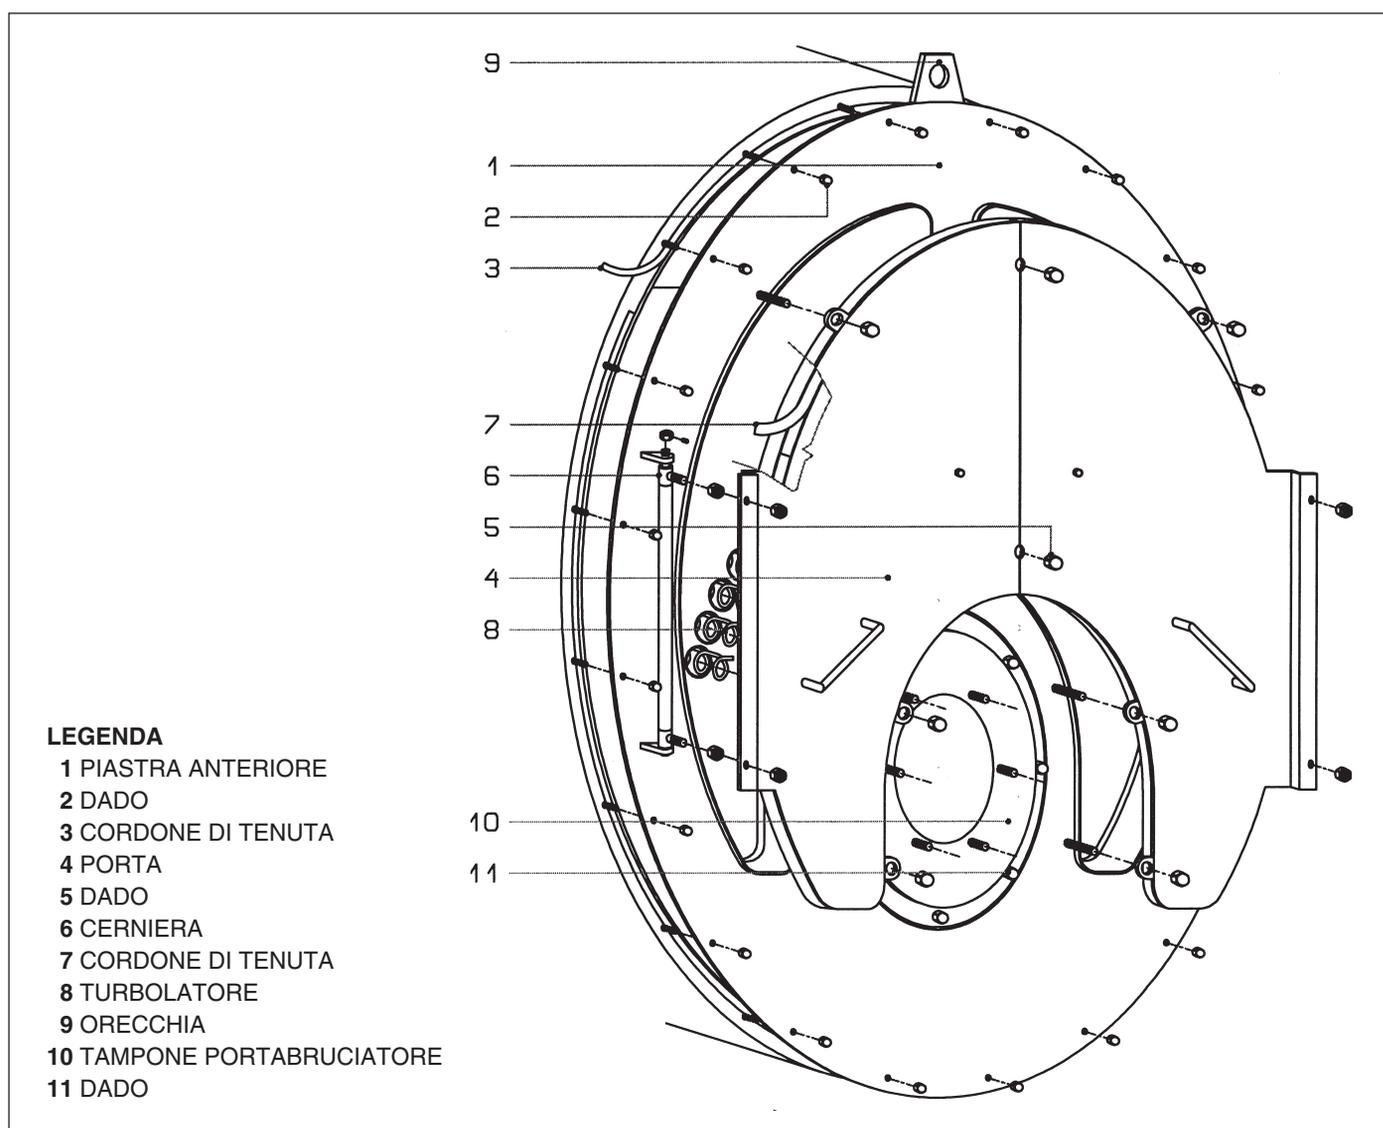

Fig. 4
(1) Lunghezza minima del bocaglio bruciatore almeno pari alla quota "A"
### REGOLAZIONE PORTE ANTERIORI (fig. 4 pos. 4)
### SMONTAGGIO PIASTRA ANTERIORE (fig.4)